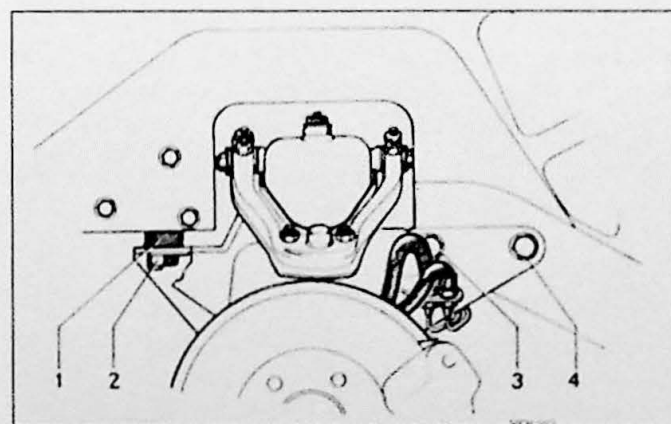

Fig. 10.2. Afstelling bij de zijbalk.
Maak de bevestigingsbouten los (2, 3 en 4 Fig. 10.2). Voeg toe of verwijder het juiste aantal stelplaatjes om de juiste stand te bereiken. Stelplaatjes zijn er in dikten van 2 en 3 mm dik.
8. Zet een krik onder de voorasbalk. Maak de bevestigingsbouten van de vooras los (2, 3 en 4, Fig. 10.2). Let op de vulplaatjes (1).
2. Breng de balk omhoog zodat deze in de juiste positie onder de auto komt. Breng de vulplaatjes aan en draai de bouten (2, 3 en 4, Fig. 10.2) stevig vast.